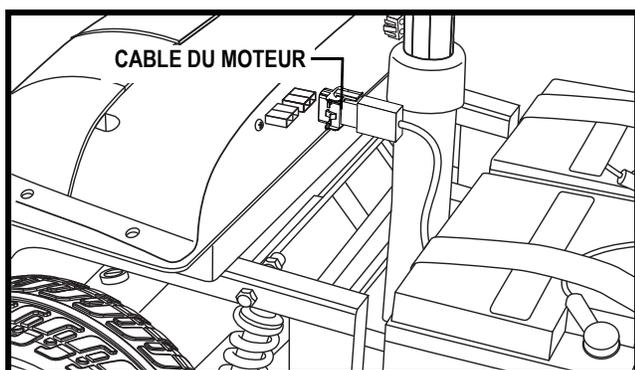

Figure 20. Câble du moteur
**NOTE:** Il n'est pas nécessaire de débrancher le moteur lors du démontage du scooter. Voir la figure 20.